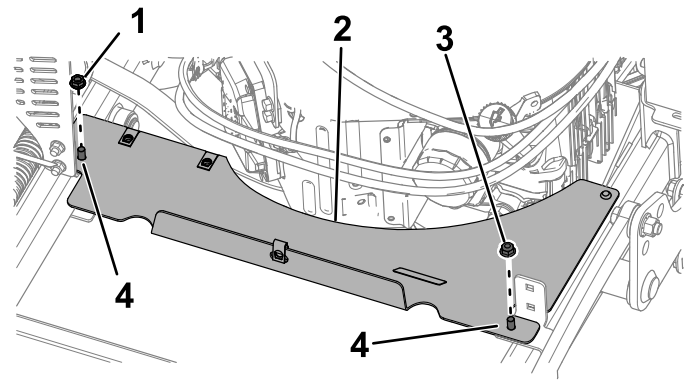

Figura 32
1. Bullone – 5/16" x 1" (2)
4. Rimuovete il dado esagonale (5/16") e il dado (5/16") che fissano la prolunga della protezione ai bulloni a testa tonda (Figura 32). Rimuovete la prolunga della protezione.
1. Montate la protezione della prolunga come illustrato nella Figura 32. Serrate i dadi a una coppia compresa tra 20 e 25 N·m.